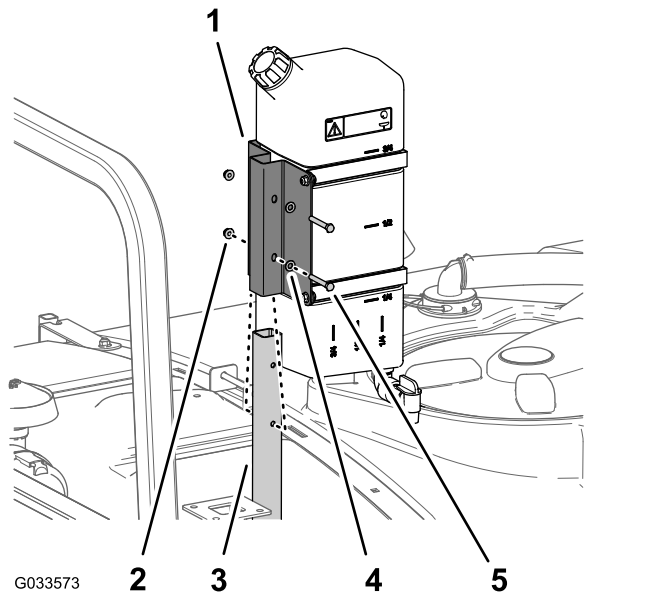

Figura 47
1. Monte o depósito de água limpa e instale no tubo de suporte com os dois parafusos (5/16 pol. x 2¼ pol.) e duas porcas de bloqueio flangeadas (5/16 pol.) como se mostra na Figura 47.